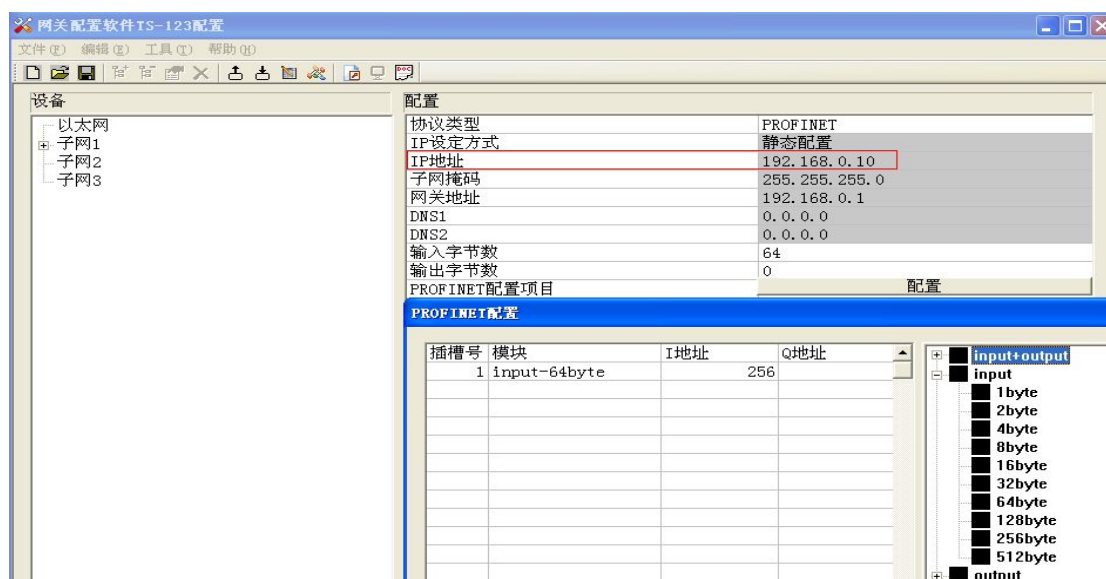

图 5
- 配置以太网参数：以太网端 IP 地址，子网掩码，网关 IP 地址，设备名称的设置需要在“工具”下拉菜单的“分配以太网参数”处设置，PROFINET 配置项目需要配置的输入和输出字节数要大于或等于子网串口端所有配置的输入总字节数和输出总字节数，双击“字节数条目”即可，如图 5 所示：